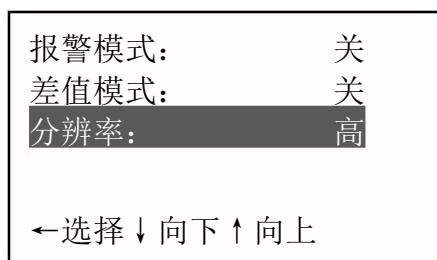
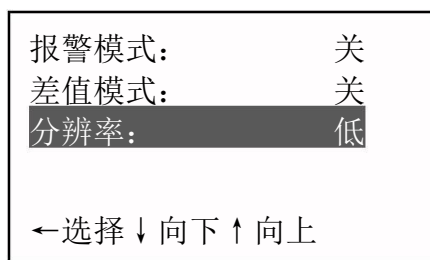

图 28
图 29
- 按  $\uparrow$  或  $\downarrow$  键选择分辨率，按  $\leftarrow$  键循环显示高（0.001mm）和低（0.01mm），（如图 28 和图 29）：